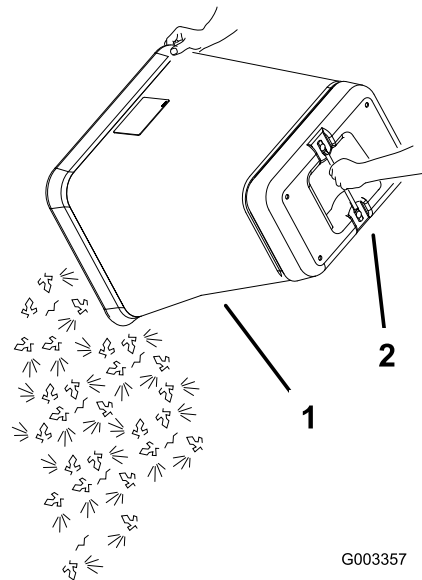

Bild 38
6. Fassen Sie den Griff unten am Grasfangkorb an und drehen den Grasfangkorb zum Entleeren um (Bild 38).